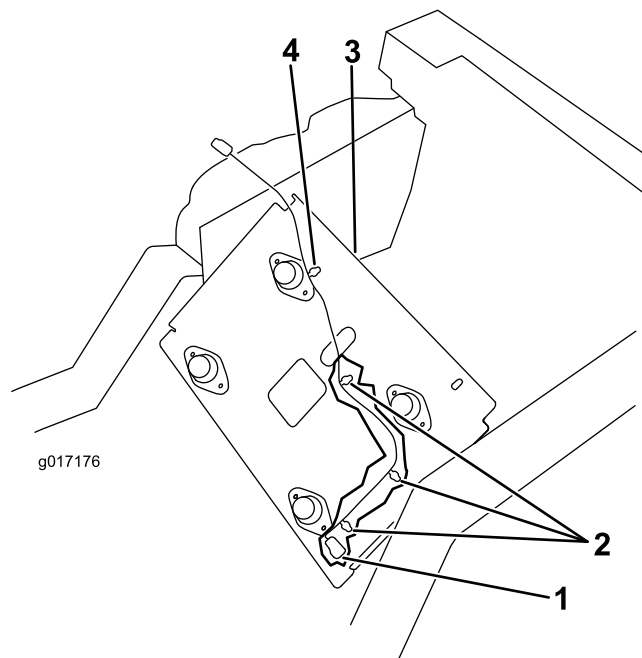

図 6
3. 新しいハーネスをトラクションユニットのハーネスに接続する（図 6）。
4. シートプレートの穴にハーネスクリップ (3 個) を差し込む (図 6)。
5. シートベースの穴に下からハーネスを通し、残りのハーネスクリップをシートベースの穴に差し込む (図 6)。